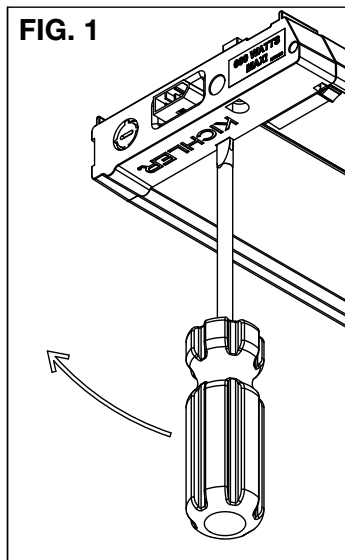

FIG. 2
3. Remueva la muesca que permite acceso fácil al tubo tipo conduit. La muesca deberá ser removida mediante la inserción de un desarmador de cabeza plana dentro de la ranura de la muesca y haciendo palanca hacia arriba y hacia abajo hasta que la muesca sea liberada. (ref. FIG. 2)